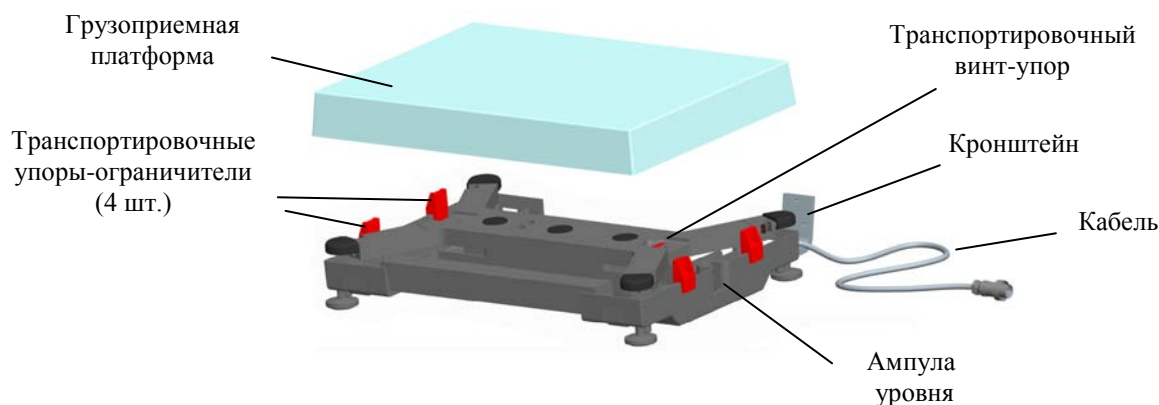

Рис. 4.1 - Модуль взвешивающий весов
4.1 Снять с модуля взвешивающего весов грузоприемную платформу и удалить транспортировочные упоры-ограничители (Рис. 4.1).